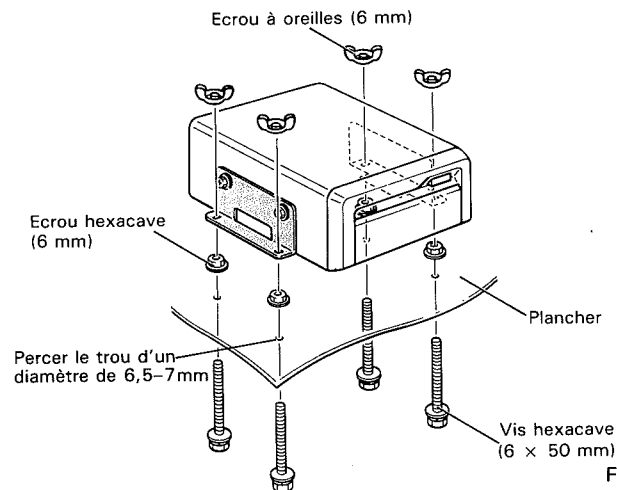

Fig. 8
3. Monter le lecteur, en plaçant les vis hexacaves dans les trous de vis du support de montage et fixer le lecteur avec les écrous à oreilles en les serrant à fond. (Fig. 8)